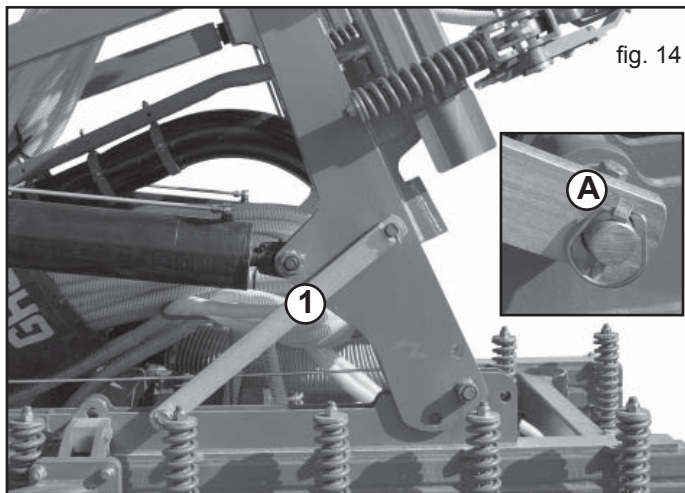

fig. 14
- Togliere le spine di sicurezza (A, Fig. 14);
- Togliere il dispositivo di sicurezza dei telai laterali (1, Fig. 14), e riporlo lungo il telaio laterale come indicato in Figura 15 (2);
- Bloccare i telai laterali con l'apposita barra di bloccaggio (1, Fig. 14) bloccandola con le sicurezze previste (A, Fig. 14).